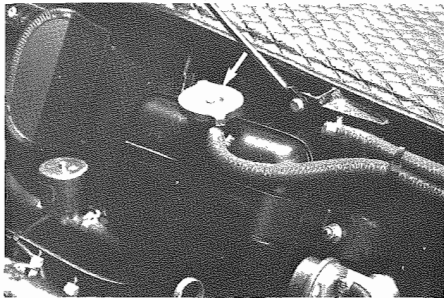
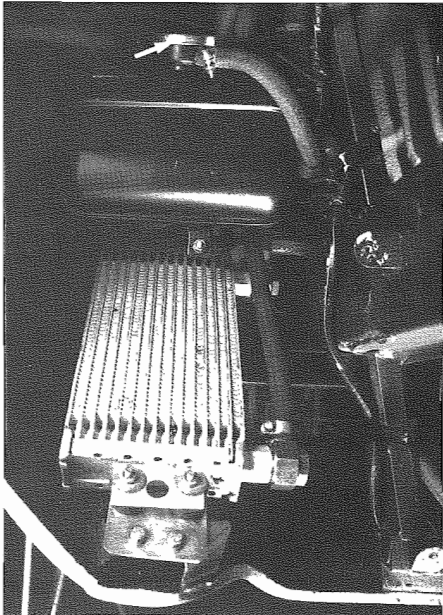

Fig. 11 - Controllo livello (Europa)
Fig. 12 - Controllo livello (USA)
- Controllare il livello del liquido di raffreddamento nel serbatoio di compensazione (**Fig. 11** - Europa) e (**Fig. 12** - USA). In caso di rabbocco eccessivo controllare l'impianto (vedi cap. 6).
- Check the fluid level in the overflow tank (**Fig. 11** -Europe) and (**Fig. 12** - USA). In case topping is required too often inspect the circuit (see chap. 6).